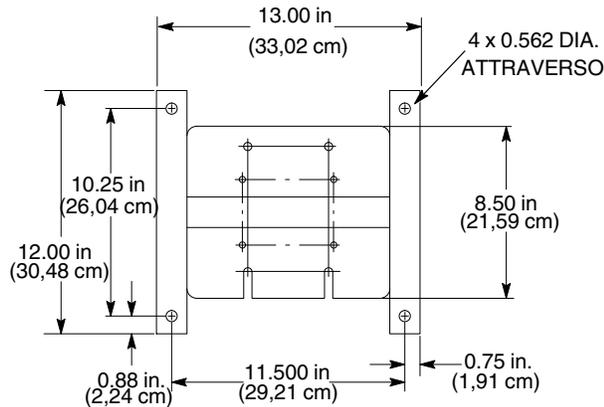

Figura 2 Schema dei bulloni del supporto per primer
Vedi figura 2. Usare le informazioni in questa illustrazione per determinare lo schema dei bulloni per il supporto del primer.
1. Vedi figura 2. Praticare dei fori nel pavimento usando lo schema illustrato.